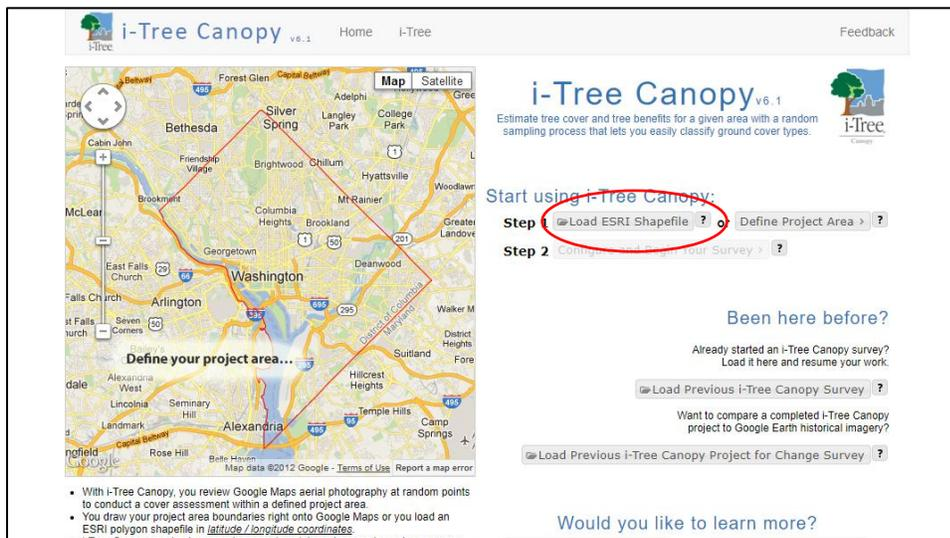

Figura 38. Paso 1 i-tree – Subir Shapefile
- 1.1. El Desarrollador del Proyecto deberá de subir un Shapefile del Área de Análisis, seleccionando el botón [Load ESRI Shapefile] (Figura 38).